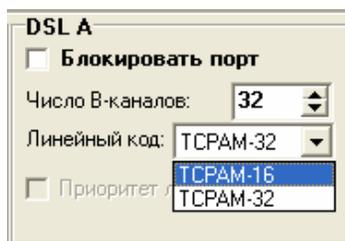

Рис. 9.
**2. Скорости передачи и линейный код по DSL-линиям.** При аппаратном управлении положение переключателя **MODE** задает скорость передачи и линейный код (см. таб. 6). При программном управлении скорость передачи и линейный код задается в окне конфигурации в поле DSL (см. рис. 9).